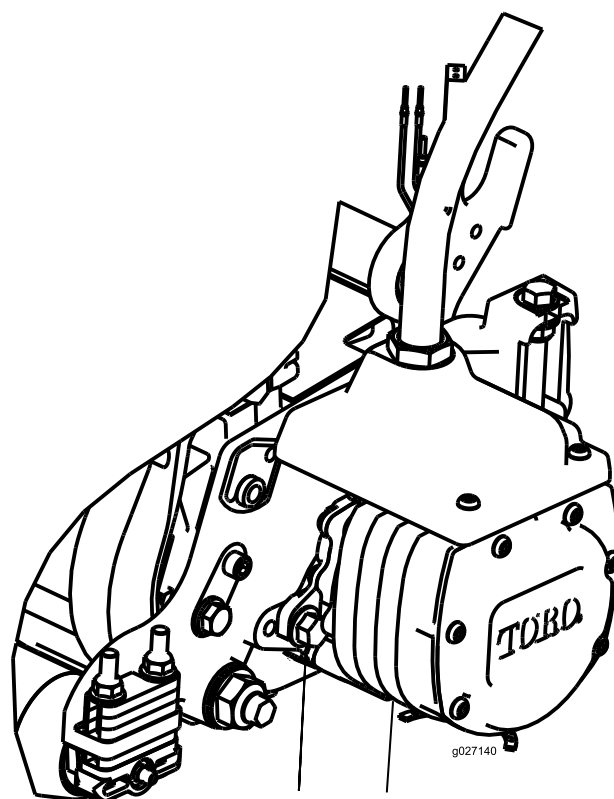

**Figure 10**
11. Fixez la chaîne du bras de relevage au support de la chaîne avec la goupille à fermoir (Figure 10). Utilisez le nombre de maillons mentionné dans le *Manuel de l'utilisateur* du plateau de coupe.